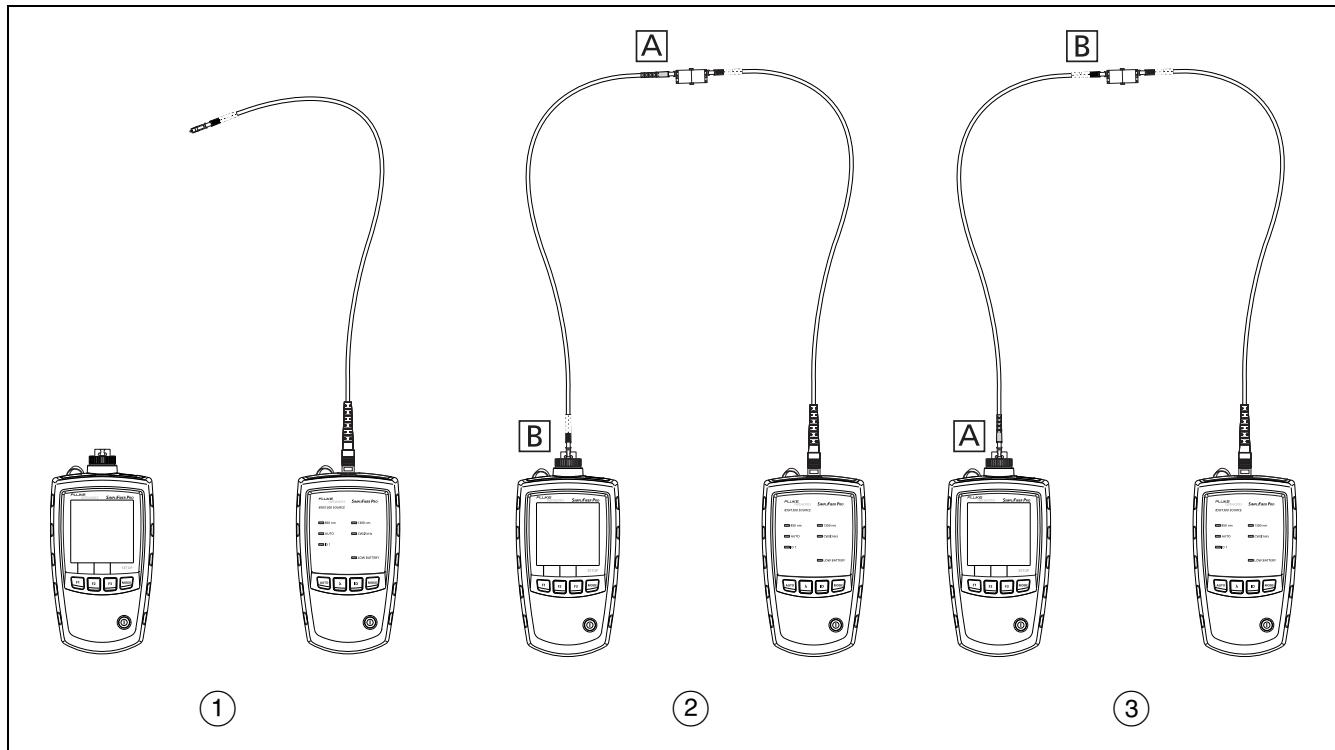

图 A-3. 用于测试测试基准线的连接
3-1 从测试仪上断开测试基准线 (图 A-3，①)。
3-2 连接您想测试的连接线 (图 A-3，②)。
3-7 反向连接该连接线 (图 A-3，③)，然后重复步骤 3-6。